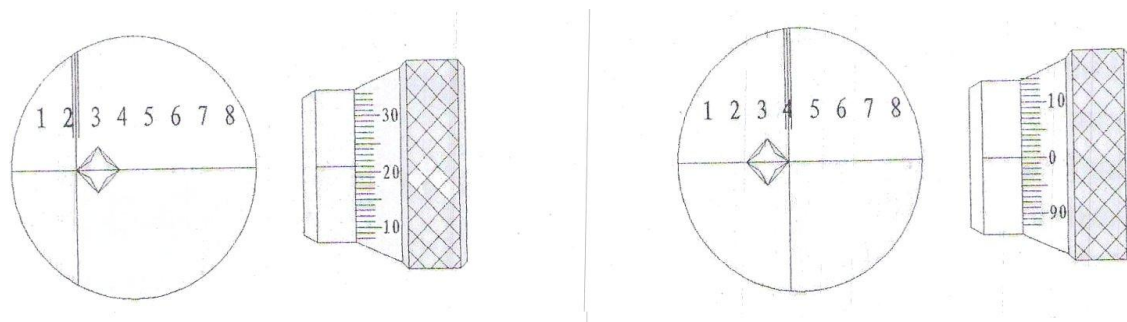

Рис. 6
5.3.13 Пример (рис. 6): при установленном объективе 5^X , и основной нагрузке 294.2Н(30кг), значение твердости по Виккерсу определяется так: